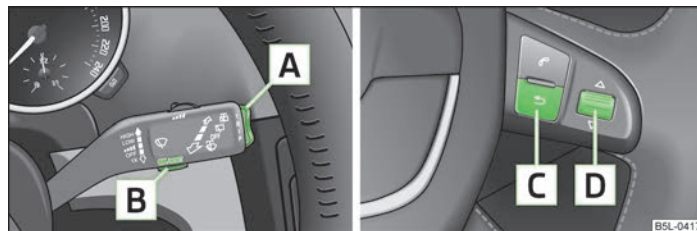

Fig. 7 Display-ul cu informații: Elemente de comandă de la maneta de acționare a ștergătoarelor de parbriz / elemente de comandă de pe volanul multifuncțional
- **Main menu** (meniul principal) se activează prin apăsarea lungă a tastei basculante **[A]** » fig. 7.
- **Main menu** (meniu principal) se activează prin apăsarea prelungă a tastei **[A]** » fig. 7.